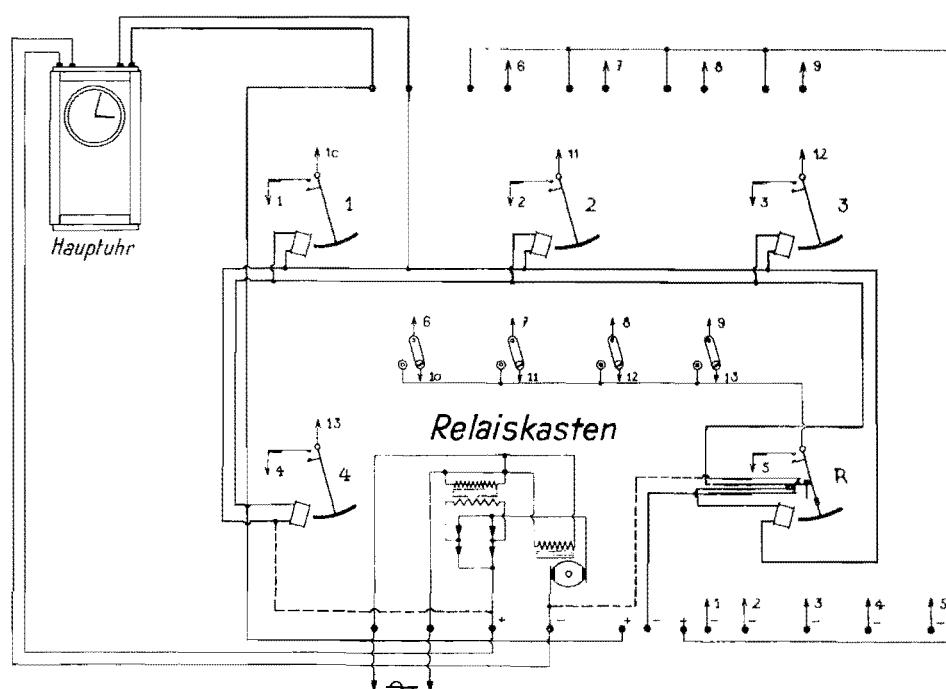
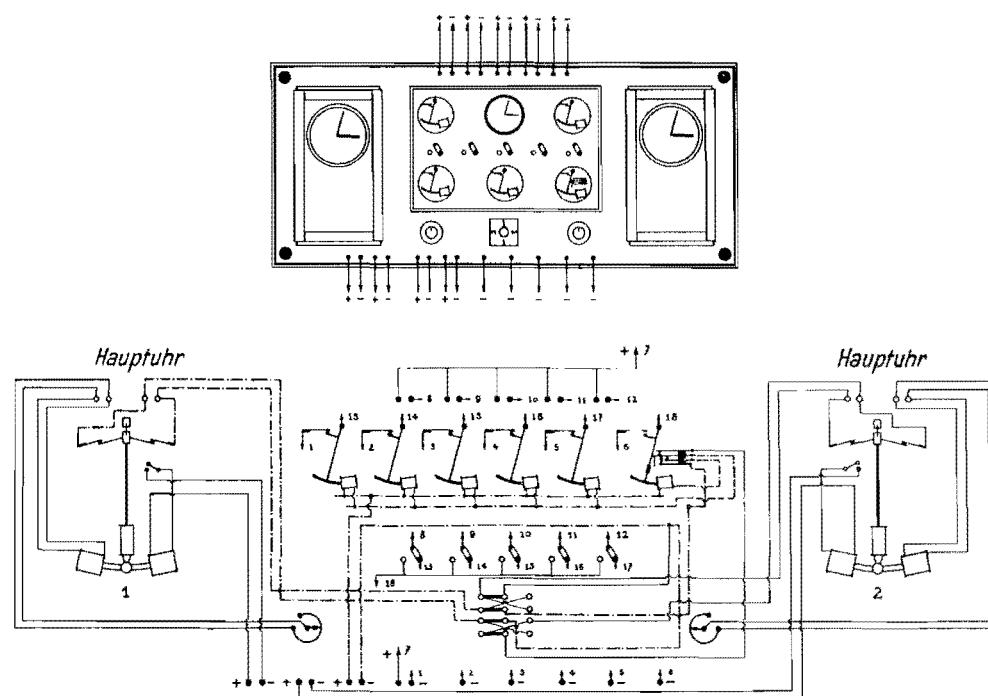

Abb. 19
Abb. 20
Die **Abbildung 19** zeigt das Schaltungsschema eines solchen Relaiskastens in Verbindung mit der Hauptuhr.
Zur größeren Übersichtlichkeit sind in **Abbildung 19** nicht alle Verbindungen eingezeichnet, sondern die Pfeile und Nummern weisen auf die Anschlüsse hin. Z. B. wird die Umschalterklemme 10 mit der Masse des Pendels 10 verbunden etc.
In **Abbildung 19** ist der Relaiskasten mit vier Relais dargestellt. Die gleiche Anordnung kann natürlich auch mit größerer Anzahl Relais durchgeführt werden. Die vier Nebenuhrengруппen werden an den oberen 8 Klemmen angeschlossen.
Die Abbildung 20 zeigt eine Uhrenzentrale mit zwei Hauptuhren und zwar in bildlicher und schaltungstechnischer Darstellung. Die Verwendung zweier Hauptuhren gewährleistet eine noch größere Sicherheit als die Zentrale mit einer Hauptuhr und Synchronisierungsvorrichtung.
Dies ist vollständig ausgeschlossen bei Verwendung zweier Hauptuhren nach Abbildung 20, da bei dieser Anordnung nur betriebssichere Elemente zur Verwendung kommen.
Die ganze Uhrenzentrale kann auf einer Holztafel montiert geliefert werden. An der oberen Seite sind die Klemmen für den Anschluß der Nebenuhren, an der unteren Seite die Klemmen für den Anschluß der Batterien. Aus der schaltungstechnischen Darstellung der **Abbildung 20** können wir den Stromverlauf verfolgen.
Der Stromkreis der Relaispulse, gesteuert vom Kontakt der Hauptuhr (1) ist in stark strichpunktierter Linien dargestellt. Die Relaispulse sind alle parallel geschaltet. Die Arbeitsweise der Umschaltkontakte am Reserverelais wurde bereits in **Abbildung 19** erläutert, nur daß eben bei der Zentrale der **Abbildung 20** nicht auf ein Synchronisierungsgerät, sondern auf eine zweite Reserve-Hauptuhr umgeschaltet wird.
Die Uhrenzentrale (**Abb. 20**) kann auch mit Synchronisierungsgerät für die automatische Regulierung der beiden Hauptuhren geliefert werden. Das Synchronisierungsgerät wird in den Relaiskasten eingebaut. Die Regulierung mittels Drehwiderstand fällt in diesem Falle weg.